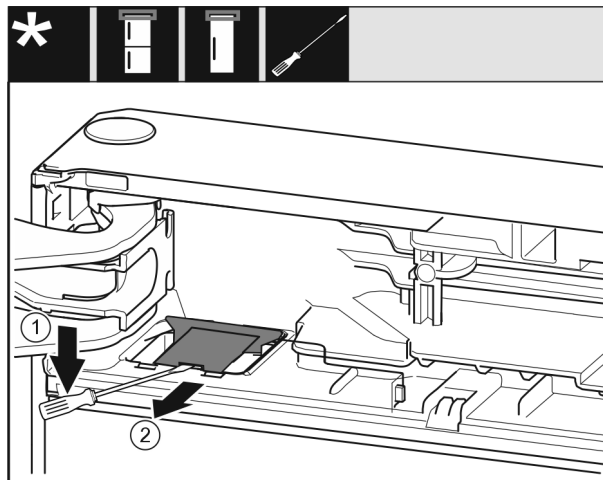

Fig. 12
- Dégager le cache Fig. 12 (1) au moyen d'un tournevis plat.
- Retirer le cache Fig. 12 (2).